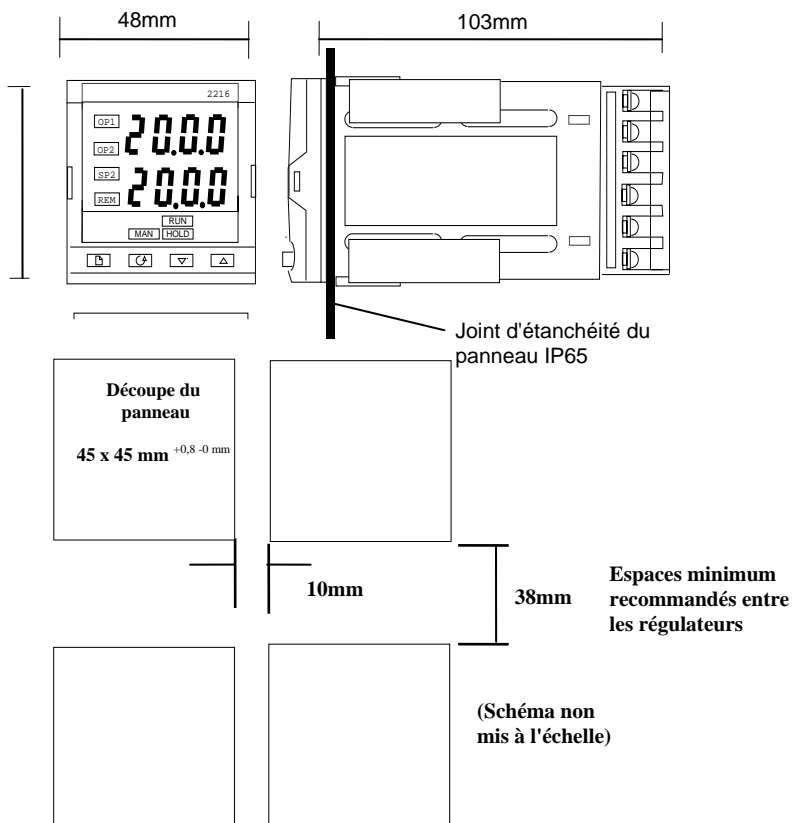

Figure 2-2 Dimensions
1. Préparer la découpe du panneau de commande à la taille indiquée sur la figure 2-2.